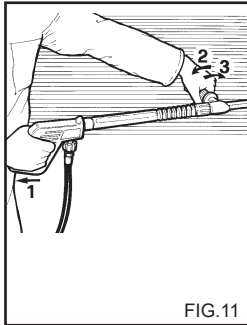

FIG.11
### BRUK AV DUBBELT MUNSTYCKET ELLER STÅLBARTMUNSTYCKSHUVUD. (fig. 11)
2) Avlägsna förlängningen från handtaget och sätt i det dubbla sprutröret eller sprutröret med det reglerbara huvudet (fig. 13). Sätt på rengöringsmaskinen, aktivera rengöringsmedlets suganordning på sprutröret (fig. 11, 12) och fördela det på ytan som ska tvättas nerifrån och upp. Låt det verka i några minuter.